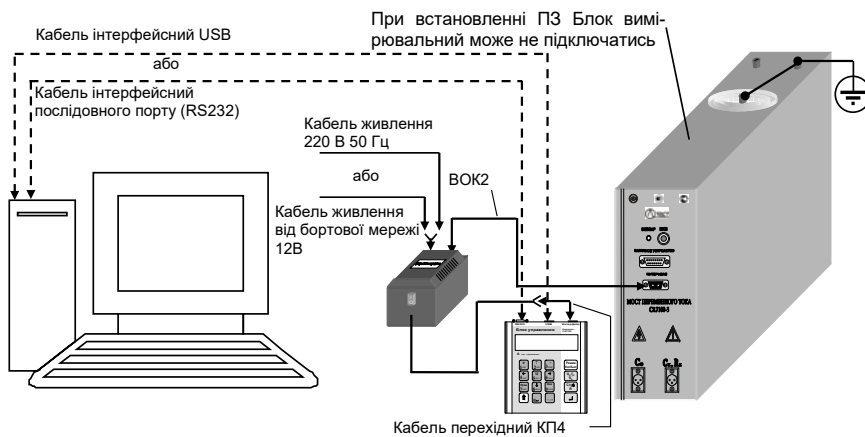
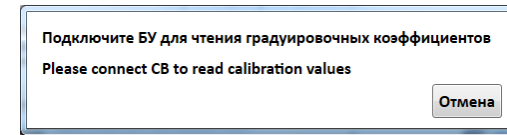

Рисунок 8.1
Рисунок 8.12
8) На екрані з'явиться вікно (рисунок 8.12), яке через кілька секунд зникне, якщо БУ підключений (рисунок 8.1).